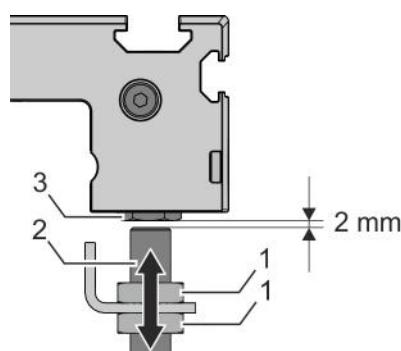

Fig. 37: Regolazione della distanza di commutazione
4. ➤ Con i dadi esagonali (Fig. 37/1) impostare una distanza di commutazione di 2 mm tra il micro di fine corsa induttivo (Fig. 37/2) e il perno del rullo (Fig. 37/3).